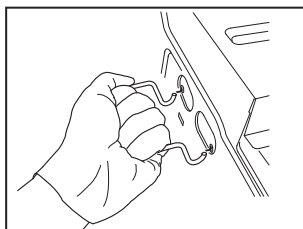

Fig.1
1. Steek de handgreep stevig in de zijdelingse gaten (Fig. 1).